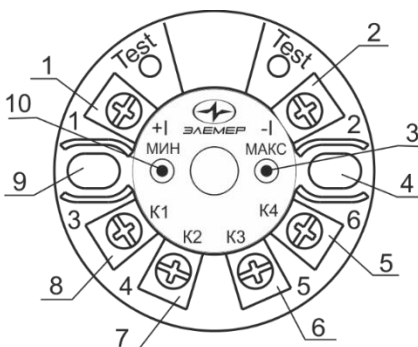

Рисунок 2.1 — Внешний вид ИП 0304/М1-Н
2.3.7. Разборка термопреобразователя для замены ПП, ИП, корпуса и кабельного ввода производят в следующей последовательности (см. рисунок 2.1):